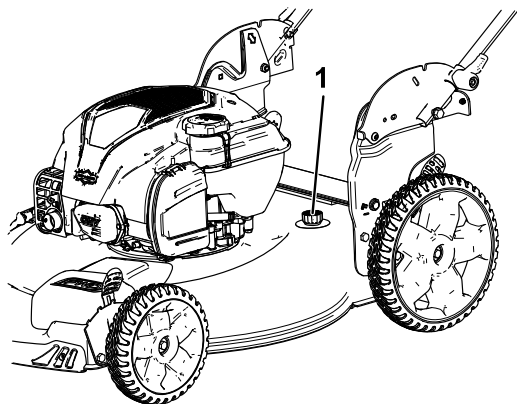

Рисунок 22
5. Присоедините садовый шланг, подключенный к источнику воды, к промывочному отверстию в корпусе (Рисунок 22).